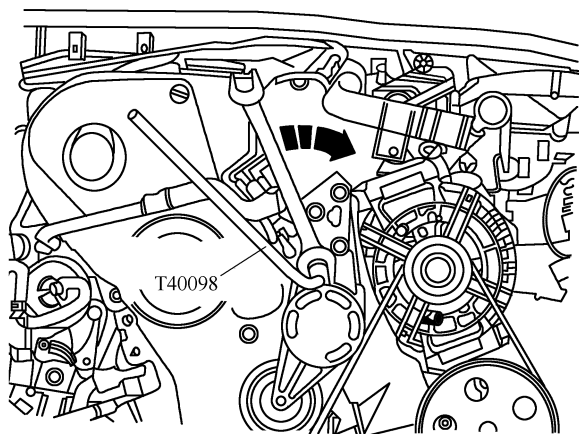

图 1-3-2 拆下多楔带
(1) 如图 1-3-2 所示,松开多楔带时,用呆扳手沿箭头方向转动多楔带的传动带张紧缓冲器。用定位芯棒 T40098 卡住张紧件,拆下多楔带。